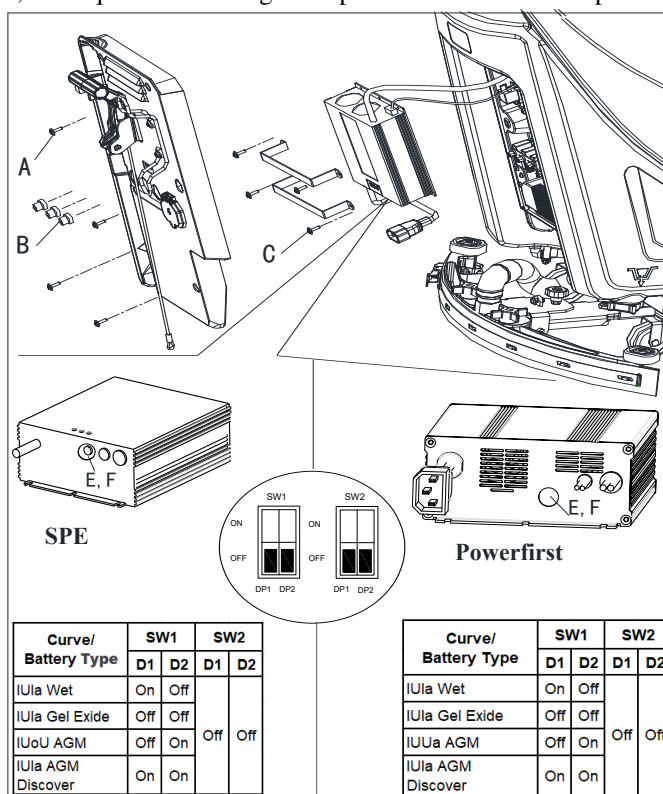

Figura 4.1
7. Retirar los tornillos (A, B, C, Figura 4.1).
8. Retire el enchufe de plástico que cubre el orificio (C) de acceso del interruptor DIP. Abrir el cargador y encontrar el sw1 (E, Figura 4.1).
9. Ajuste los interruptores como en la tabla (Figura 4.1).
10. Vuelva a colocar el tapón de plástico. Instale los tornillos (A, B, C, Figura 4.1) tras completar ajustes.